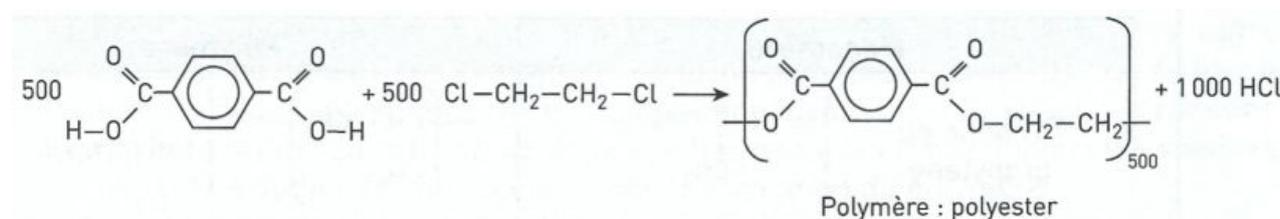

FIGURE 15 – Réaction de la formation d'un polyester
- Côté produit, on représente le motif mis entre parenthèses, on place en indice le degré moyen de polymérisation ( $\bar{n} = 500$  dans l'exemple Figure 15) ;